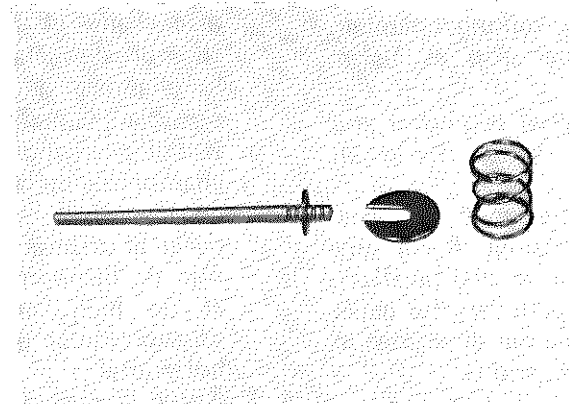

Fig. 4-2-20
4. Note that the jet needle is held down by the spring. (Fig. 4-2-20)
4. A noter que l'aiguille conique est maintenue par le ressort (Fig. 4-2-20).
4. Darauf achten, daß die Düsennadel durch die Feder niedergehalten wird. (Fig. 4-2-20).